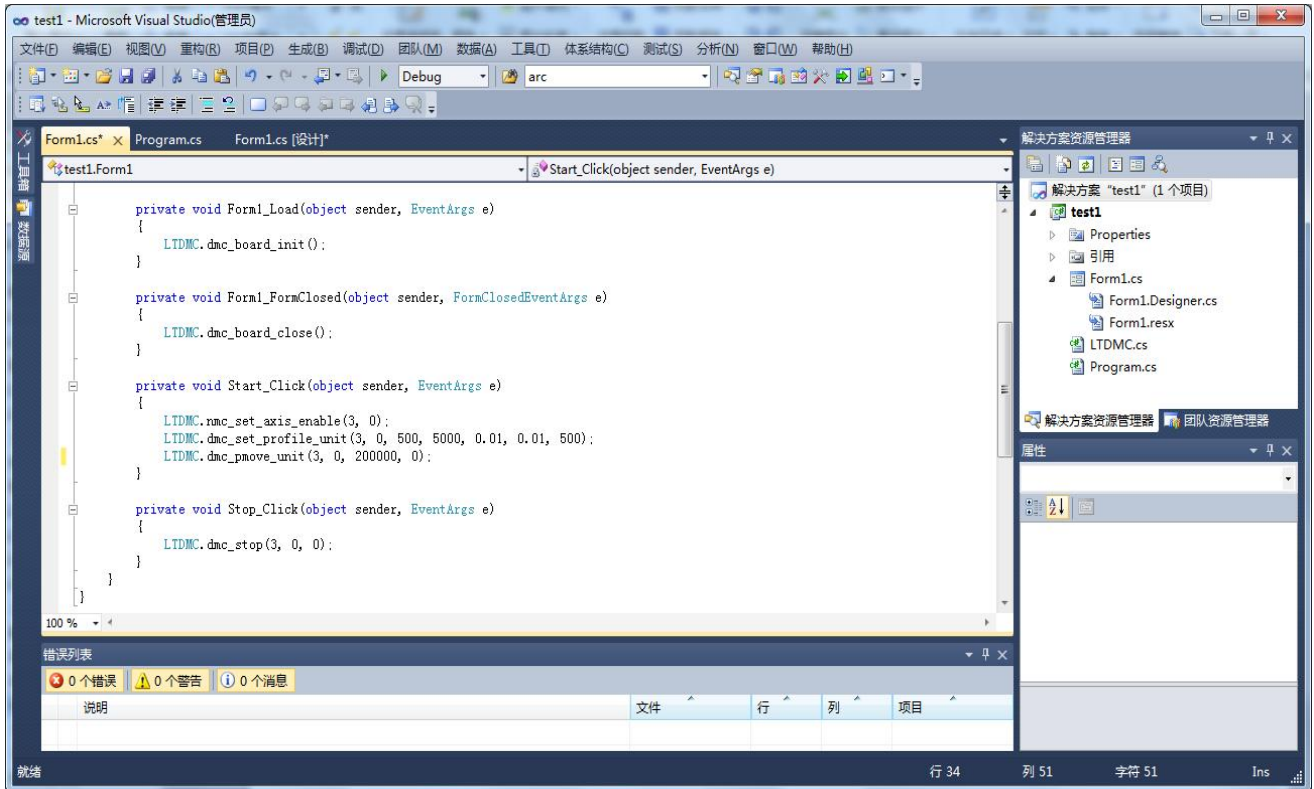

图 5.16 程序中调用控制器库函数
7) 设定控制器链接号为 3，如图 5.16 所示，双击窗口控件，在 Form1_Load 事件中添加代码 LTDMC.dmc_board_init_eth(); 双击属性窗口中 FormClosed，在 Form1_FormClosed 事件中添加代码 LTDMC.dmc_board_close(); 双击“启动”按钮，在 Start_Click 事件中添加代码如下：